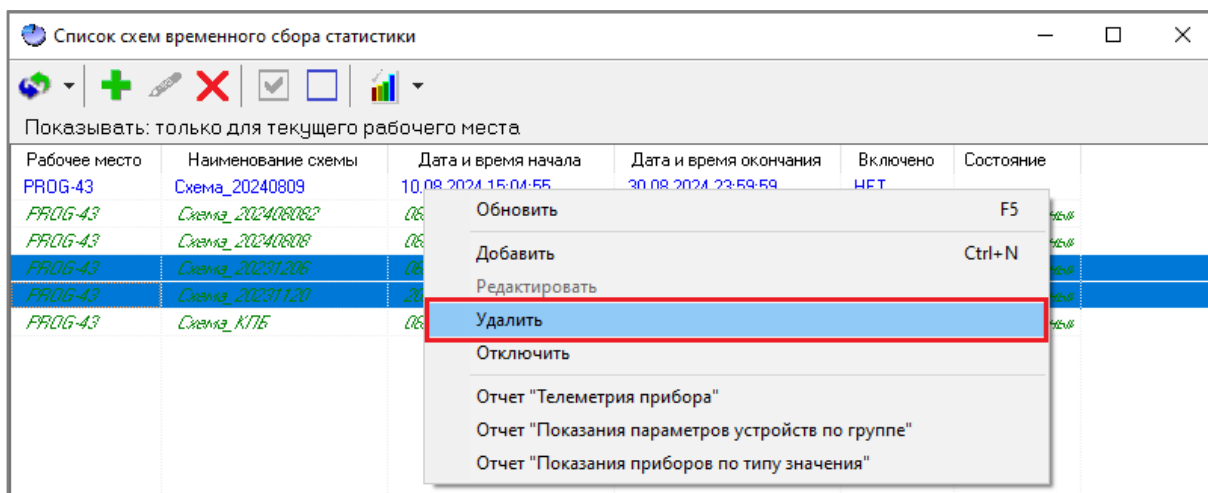

Рисунок 12-127 Удаление схем ВСС через контекстное меню области списка схем ВСС окна "Список схем временного сбора статистики"
- либо вызовите контекстное меню области списка схем ВСС (см. п. 12.6.1.2.1) окна «Список схем временного сбора статистики» и выберите в нем пункт «Удалить» (см. Рисунок 12-127),